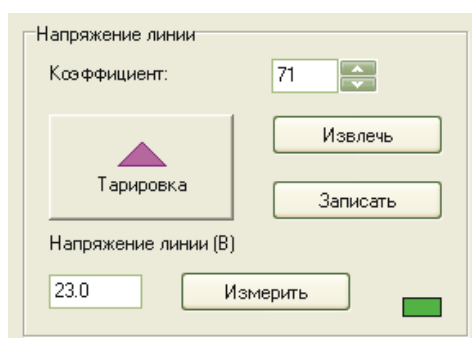

Рисунок 37
2) Установить и записать в КСН коэффициент измерения напряжения линии на вкладке «Настройка» окна «Пусконаладка» (рисунок 37):